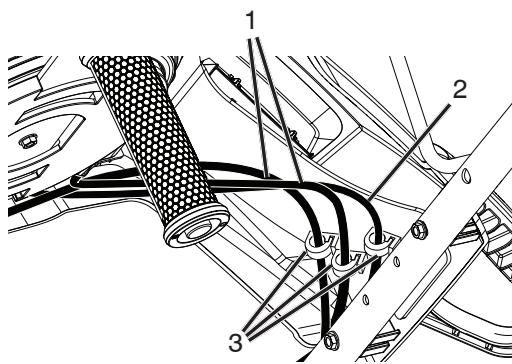

Figure 5
6. Encliqueret deux câbles de rotateur et un faisceau de câblage dans les trois agrafes de câble (Figure 5).